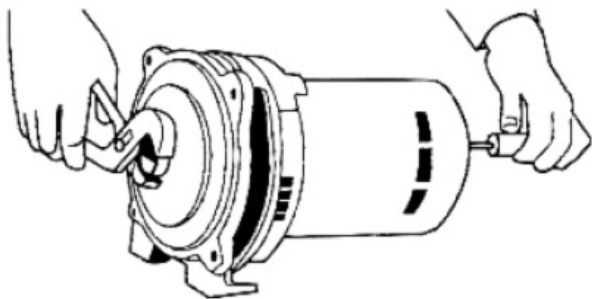

Figure 11 : Retirer la roue
5. Retirez la roue en tenant l'arbre de la pompe à l'aide d'une pince pour pompe à eau et en dévissant la roue. En vous plaçant face à la roue, utilisez la main gauche pour tourner dans le sens inverse des aiguilles d'une montre afin de la retirer (figure 11). La roue peut également être retirée en faisant levier sur l'embout de l'arbre moteur. Insérez un tournevis dans la fente de l'extrémité de l'arbre ou une clé à fourche de 7/16 po sur les méplats de l'arbre et maintenez-les pour empêcher la rotation de l'arbre. Dévissez la roue dans le sens inverse des aiguilles d'une montre.
5. Tenez l'arbre de la pompe avec des pinces et dévissez la roue comme illustré (figure 11).